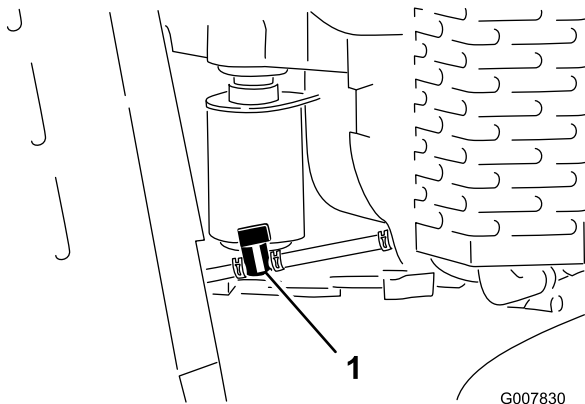

Figure 40
4. Tournez le robinet de vidange en position fermée (Figure 40).
5. Pincez les extrémités du collier de flexible du côté moteur et poussez-le vers le haut de la conduite d'alimentation, à l'opposé du robinet (Figure 40).
6. Débranchez la conduite d'alimentation du robinet (Figure 40).
3. Tournez le robinet de vidange en position fermée (Figure 40).
7. Tournez le robinet de vidange en position ouverte (Figure 40).